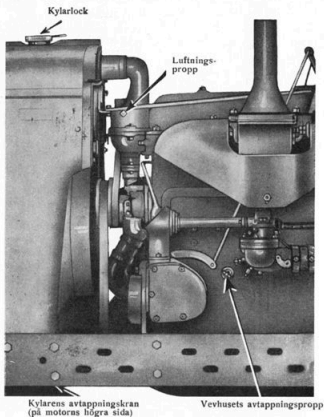

Bild 15. Kylsystem.
- 1) Töm kylsystemet genom att skruva ur proppen på motorns vänstra sida (se bild 15) och lossa kylarens avtappningskran. Låt kylsystemet tömmas fullständigt och sätt tillbaka proppen och drag åt kranen.